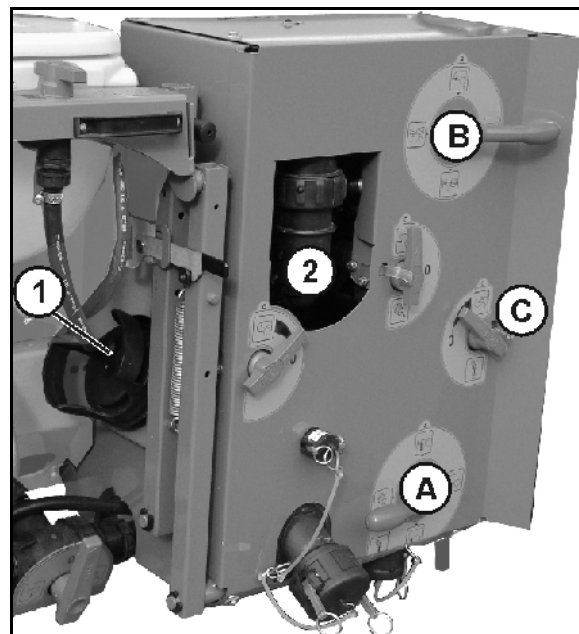
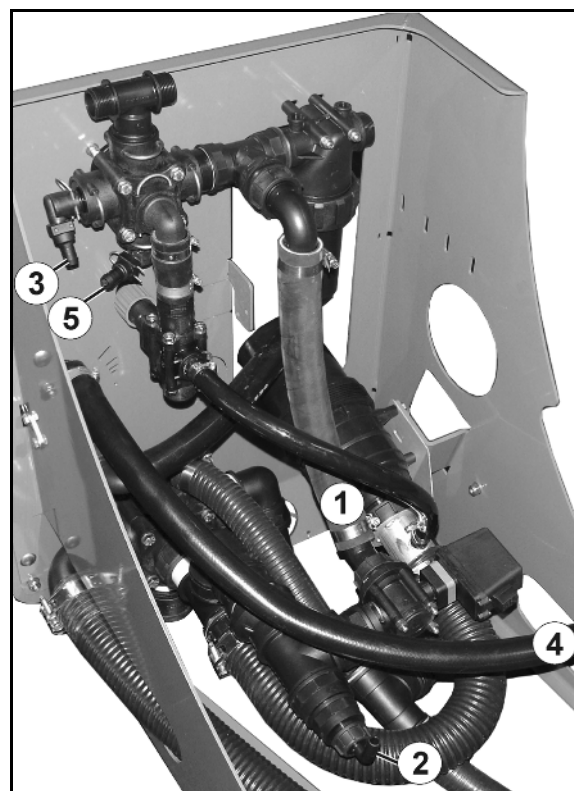

Fig. 139
Fig. 140
2. Demonter og rengjør sugefilteret (Fig. 139/1). Les mer om dette på side 186.
- 5.1 Tøm trykkfilteret (Fig. 139/2) gjennom kranen **C**.
- 5.2 Skru omrøringsslangen (Fig. 140/4) (går ut fra kranen **C**) av sprøytevæskebeholderen.
6. Skru tilførselsslangen (Fig. 140/1) av reguleringsventilen. Tilførselsslangen forbinder VARIO-koblingsventil sugeside (Fig. 139/**B**) med sugearmaturen.
7. Skru returslange (Fig. 140/2) for seksjonsarmaturen av VARIO-koblingsventilen - sugesiden (Fig. 139/**A**).
9. Ta slangen for innvendig rengjøring (Fig. 140/3) fra VARIO-koblingsventilen - trykksiden (Fig. 139/**B**).
11. Fjern slangen for utvendig rengjøring selv om det ikke finnes noe utvendig rengjøring (Fig. 140/5).
15. Veksle flere ganger mellom alle koblingsposisjonene på VARIO-koblingsventil sugeside (Fig. 139/A) og VARIO-koblingsventil trykkside (Fig. 139/B).